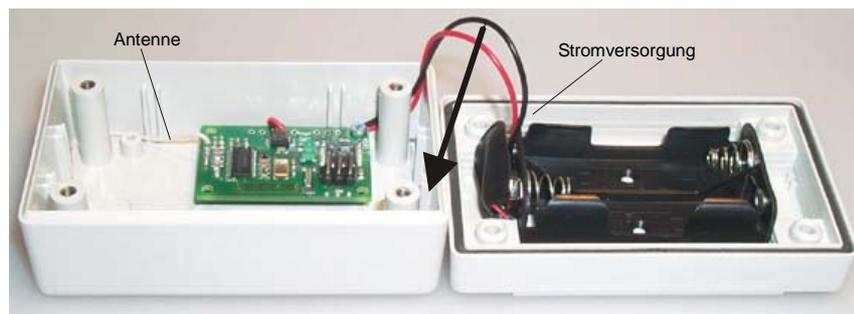

Abb. 6-1 ISM762
4. Achten Sie beim Zusammensetzen darauf, dass die Kabel der Stromversorgung möglichst weit weg von der Antenne liegen. Dann hat das ISM762 die größte Reichweite. Am besten klemmen Sie die Kabel hinter die Schraubenhalterungen an der unteren Schmalseite (vgl. Abb. 6-1 „ISM762“ ab Seite 18)